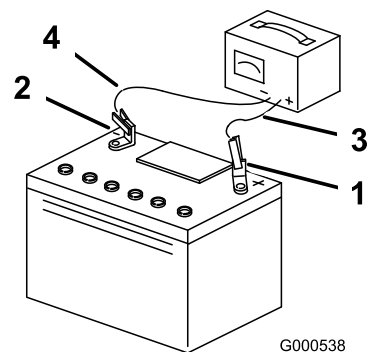

図 53
3. 充電が終わったら、チャージャのプラグをコンセントから抜いてから、チャージャのリード線をバッテリー端子から外す 図 53。